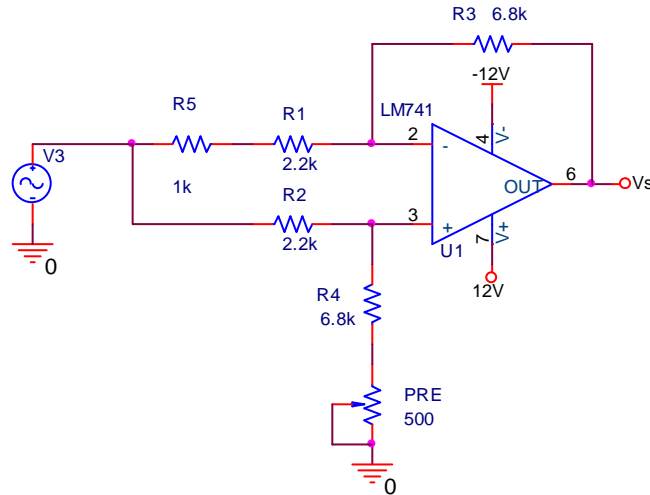

Figura 2
- 6) Agregue la resistencia R5 como se muestra en la figura 2 con una fuente de voltaje de C.A. de 100mVpp a 100 Hz.